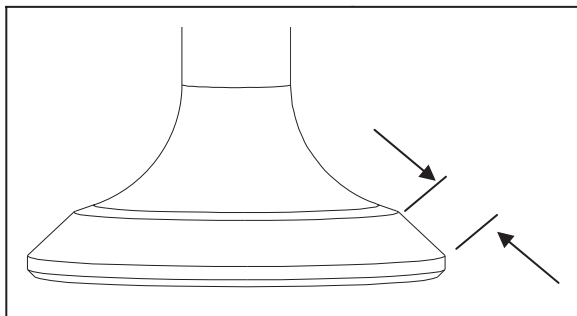

图 3-7
9、检查气门座接触面接触情况（图 3-7）所示：在气门密封锥面上均匀涂抹一层红丹，然后压在气门座上进行研磨旋转气门一周以上。研磨后在气门密封锥面产生的印痕必须是连续无间断的色带。